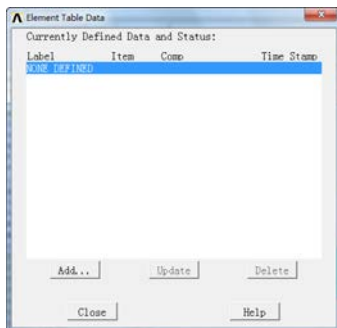
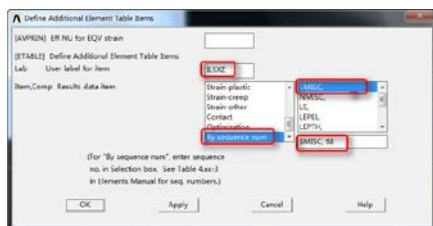

图 8-26 “Element Table Data” 对话框
图 8-27 “Define Additional Element Table Items”对话框
①定义最大切应力表格参数：Main Menu > General Postproc > Element Table > Define Table，弹出如图 8-26 所示的“Element Table Data”对话框，单击“Add”按钮，又弹出如图 8-27 所示的“Define Additional Element Table Items”对话框，在“User label for item”后面的输入栏中输入“ILSXZ”，单击选择“Item, Comp Results data item”后面的“By sequence num”和“SMISC”，在输入栏中输入“SMISC, 68”，单击“Apply”按钮。
②定义其他表格参数：弹出如图 8-27 所示的“Define Additional Element Table Items”对话框，重复上述过程定义“SXZ”和“ILMX”这些参数。单击“OK”按钮，结果如图 8-28 所示。